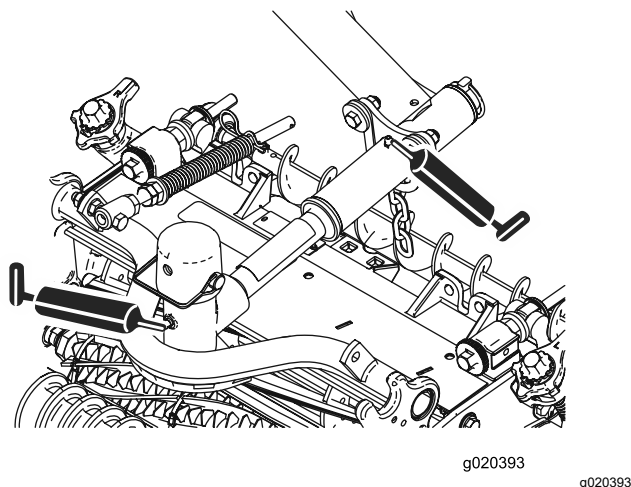

Figure 44
- Pivots d'unité de coupe (2 chacune) ; voir Figure 44.